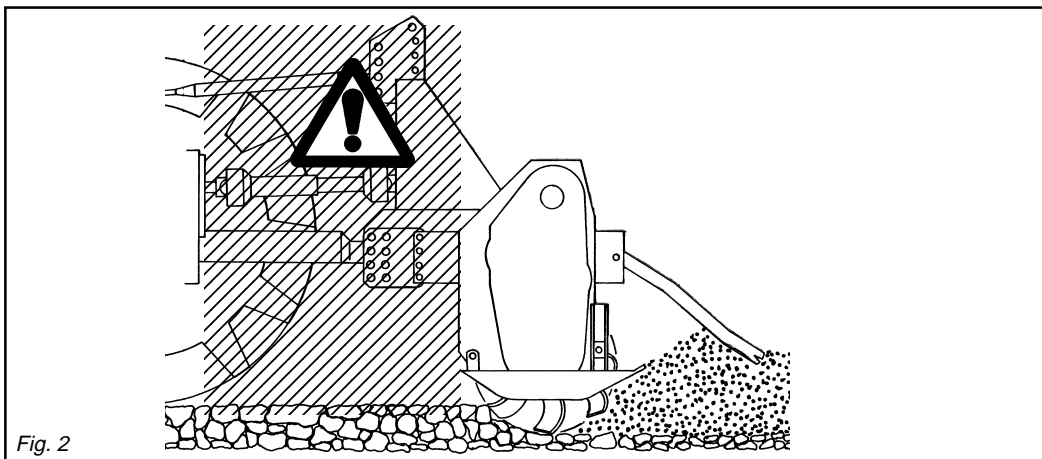

Fig. 2
- 24) *It is absolutely forbidden to stand between the tractor and the implement (Fig. 2) when the engine is running and the cardan shaft is engaged without having first engaged the hand brake and placed a block or stone under the wheels to*
- 24) Es ist absolut verboten, bei laufendem Motor und eingeschalteter Gelenkwelle zwischen den Schlepper und das Gerät zu treten (Abb. 2). Dazu muß die Feststellbremse gezogen werden und unter die Räder ein Bremskeil oder ein großer Stein gelegt worden sein.
- 24) *Il est absolument interdit de se mettre entre le tracteur et l'appareil (Fig. 2) quand le moteur est en marche et le cardan enclenché, sans avoir tiré le frein de stationnement et bloqué les roues avec une cale ou un caillou.*
- 24) Está terminantemente prohibido colocarse entre el tractor y el equipo (Fig. 2) con motor encendido y cardán inserido, o sin haber accionado el freno de estacionamiento y de colocar, debajo de las ruedas, una piedra u otro elemento de bloqueo.
- 28) È assolutamente vietato intersorsi fra il trattore e l'attacco della zappatrice per manovrare il comando dall'esterno per il sollevamento (Fig. 2).
- 28) It is absolutely forbidden to stand between the tractor and the implement when manoeuvring the lift control from the outside (Fig. 2).
- 28) Es ist absolut verboten, zwischen den Schlepper und den Anschluß zu treten, um die Aushebung von außen zu betätigen (Abb. 2).
- 28) Il est absolument interdit de se mettre entre le tracteur et l'attelage pour manoeuvrer la commande de relevage de l'extérieur (Fig. 2).